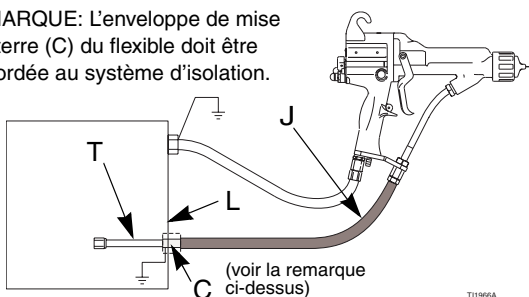

Fig. 10. Branchement du flexible produit blindé sur un caisson isolant non fourni par Graco
- b. *Caisson isolé non fourni par Graco*: Brancher le flexible comme indiqué dans le manuel du système d'isolation électrique et se conformer à la **Mise en garde** ci-contre. Voir FIG. 10.